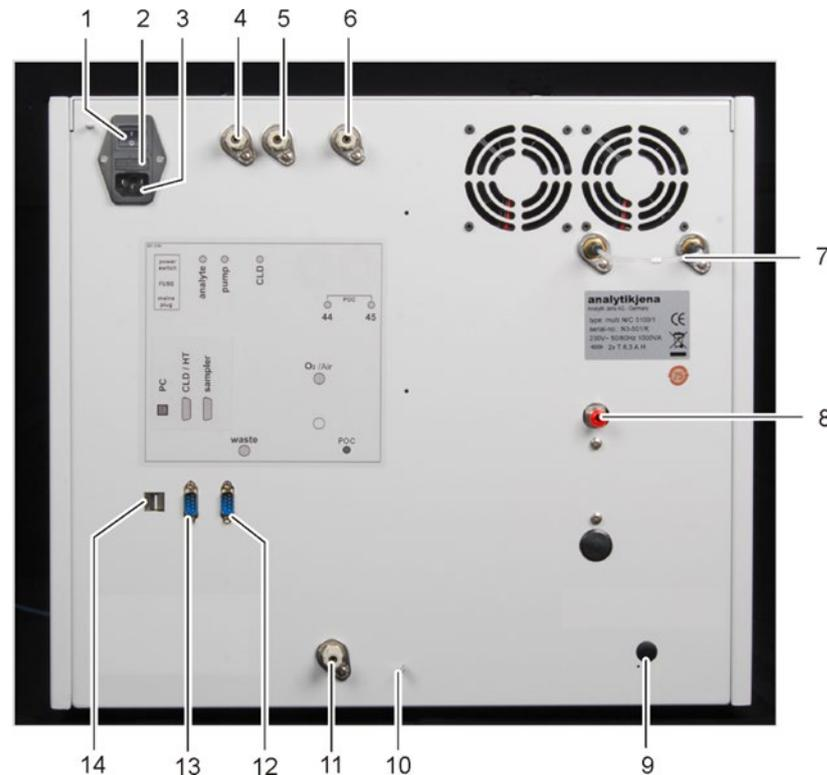

Fig. 60 Raccords secteur et gaz sur le multi N/C 3100
1. Connecter le câble d'alimentation pour appareils à froid au raccord secteur sur la face arrière de l'analyseur (3 Fig. 60 page 132).
1. Raccorder le tuyau d'alimentation fourni au réducteur de pression et au raccord "oxygène" sur la face arrière de l'appareil (8 Fig. 60 page 132).